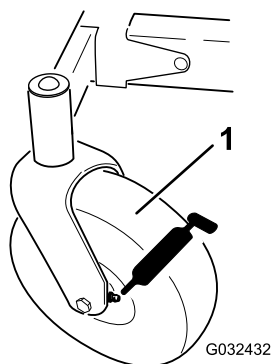

Figura 37
3. Curățați fittingurile lubrificate (Figura 37) cu o lavetă.
4. Conectați un pistol de lubrifiere la fiecare fitting (Figura 37).